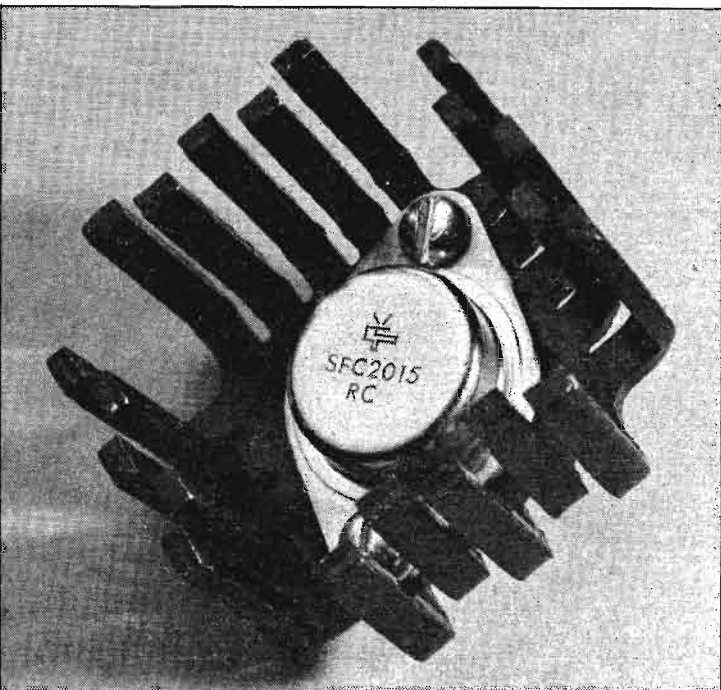

Fig. 3. — Alimentation 15 V montée sur radiateur 7°C/W.
1. Déterminer la tension d'entrée maximale à appliquer aux bornes d'une alimentation 15 V (SFC 2015RC) montée sur un radiateur 7°C/W (montage illustré sur la photographie de la figure 3), la température ambiante